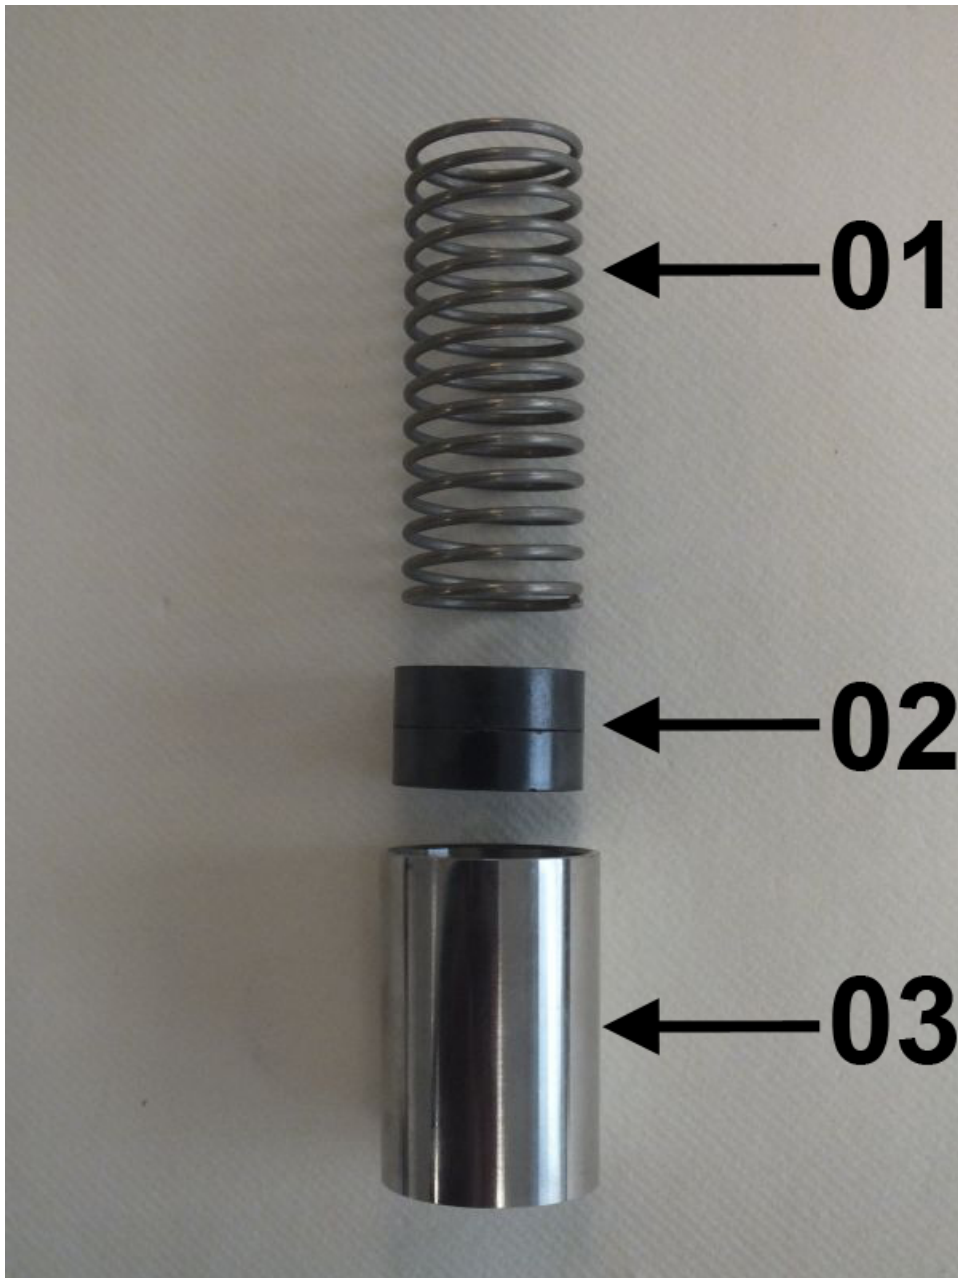

Abb. 59: Innenteile
8. ➤ Feder (Abb. 59/01) mit Magneten (Abb. 59/02) in den Schwebekörper (Abb. 59/03) einführen, dabei die Magnetpolung beachten (Nordpol in Richtung Geräteausgang)